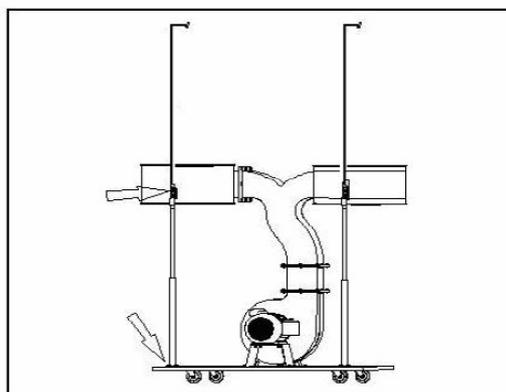

Fig 6
Installer to oppsamlerstøtter (F) og to øvre poseholdere (E) som vist i Fig. 6.